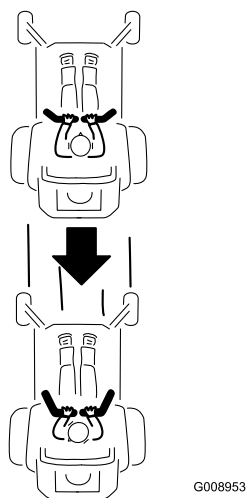

Figure 19
2. Pour faire marche arrière, vérifiez que la voie est libre derrière la machine et sur sa trajectoire tout en tirant lentement les leviers de commande de déplacement en arrière (Figure 19).
Pour vous déplacer en ligne droite, appliquez une pression égale sur les deux leviers de déplacement (Figure 19).